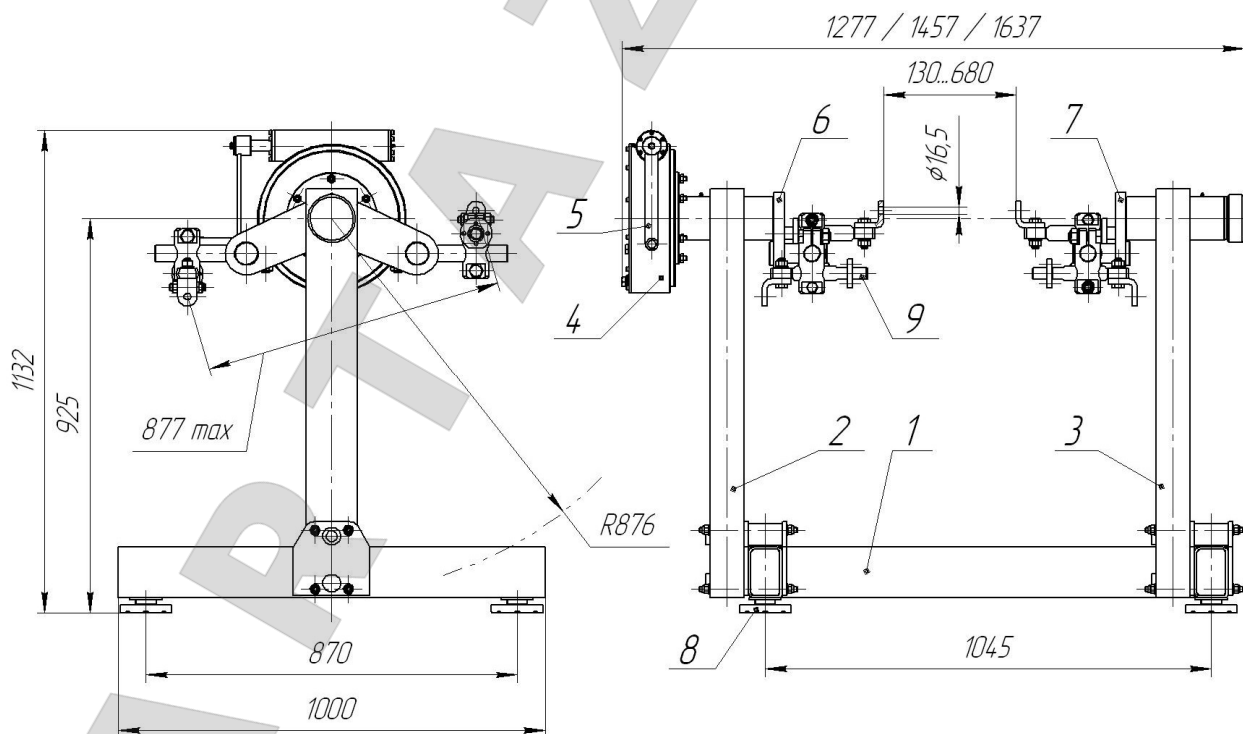

Рис. 1 Стенд Р776Е
4.1. Двигатель, установленный на стенд через адаптеры поз. 9 (рис. 1), поворачивается вращением тихоходного вала червячного редуктора поз. 4 в положение наиболее удобное для работы. Редуктор соединен с приводным шпинделем поз. 6. С противоположной стороны в задней стойке поз. 3 установлен неприводной шпиндель поз. 7. Вращение быстроходного вала червячного редуктора осуществляет через рукоятку поз. 5.